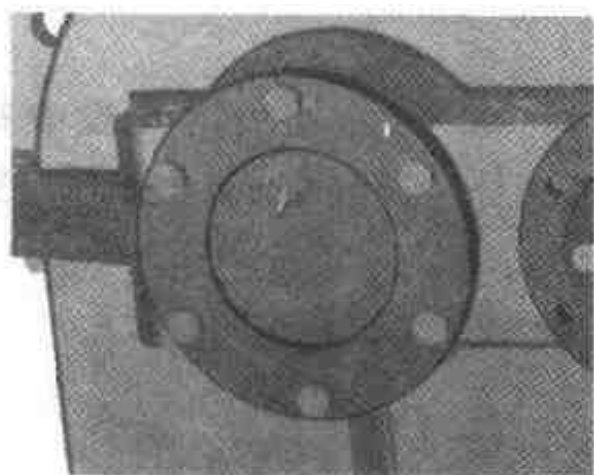

图 3.178 低速轴的端盖紧固
(6) 4 个端盖上的 24 个螺栓都是一样的, 选择【文件】|【插入】|【零件/装配】命令, 然后在所附光盘中找到 score\example\jixie\3\减速机装配\9-螺栓.ics 文件零件, 单击【打开】按钮。重复前面关于螺栓的装配方法。
(7) 先将低速轴的不可通透端盖上的螺栓装配完成, 结果如图 3.178 所示。